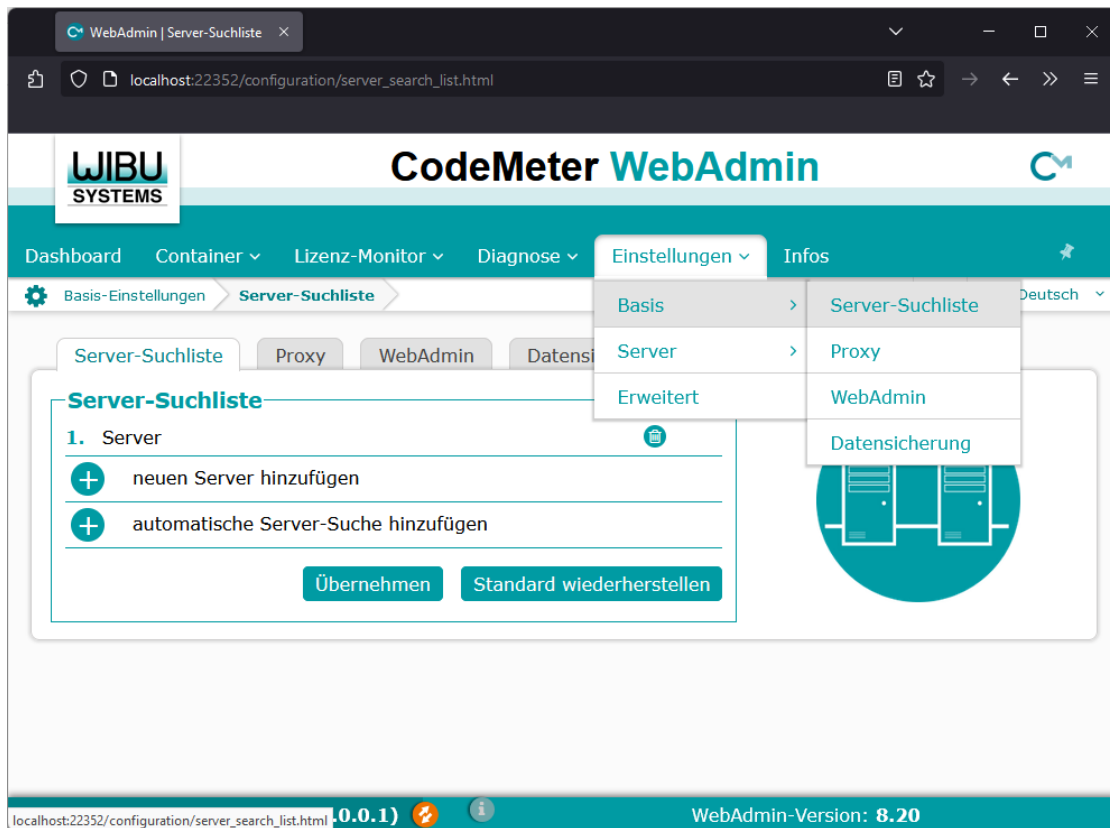

Abb. 2.4.3: CodeMeter - WebAdmin - Server-Suchliste.
- kontrollieren Sie den Zugriff auf den CodeMeter®-Stick, indem Sie am unteren Rand des Eingabefensters auf den orangefarbenen Button klicken. In der nachfolgenden Auflistung „Gefundene Server“ sollte jetzt Ihr Servername auftauchen. Klicken Sie diesen an und anschließend auf **Übernehmen**. Über das Menü *Container* können Sie jetzt Ihre Lizenzen anzeigen lassen [Abb. 2.4.3].